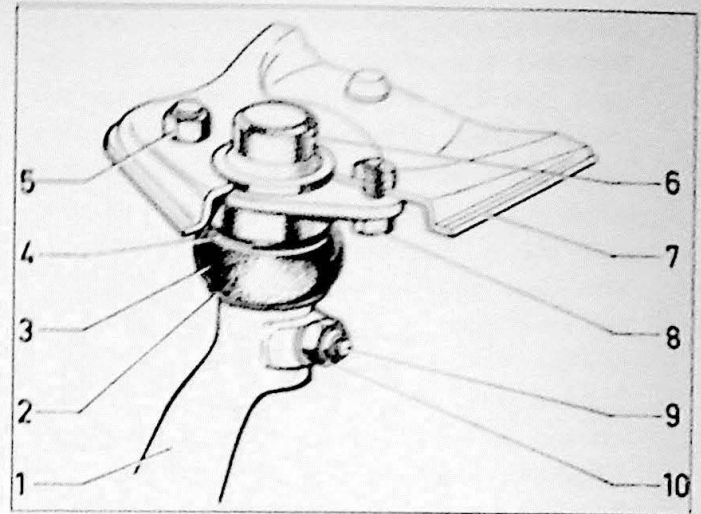

Fig. 10.13. Bevestiging bovenste kogelgewricht.
3. Draai de moeren los en verwijder de bouten (8, Fig. 10.13). Licht de bovenste draagarm op (7).
4. Draai de moeren los en verwijder de bouten (9). Demonteer het bovenste kogelgewricht (6) met afsluitplaatje en rubber bescherming.
1. Controleer of de rubber bescherming heel is en gevuld met vet. Naar behoefte vullen met universeel vet. Controleer ook of de huls en de borgringen juist gemonteerd zijn (Fig. 10.13).
3. Sluit de bovenste draagarm aan op het kogelgewricht en monteer de bevestigingsbouten (8). Op type P120 met een chassisnummer beneden 84300 kan een speciaal kogelgewricht zijn gemonteerd om het afstelbereik van de stuuruitslag te vergroten. Bij demontage van dit gewricht, waarvan het bevestigingsgat 2,5 mm is verplaatst ten opzichte van de kogelbout, moeten ringen van 2,5 mm dik geplaatst worden tussen kogelgewricht en draagarm (langere bouten worden hier gebruikt (7/8")).
4. Verwijder de moeren (5, Fig. 10.13) en bevestigingsbouten (8) van de bovenste kogel en verwijder de bovenste draagarm.